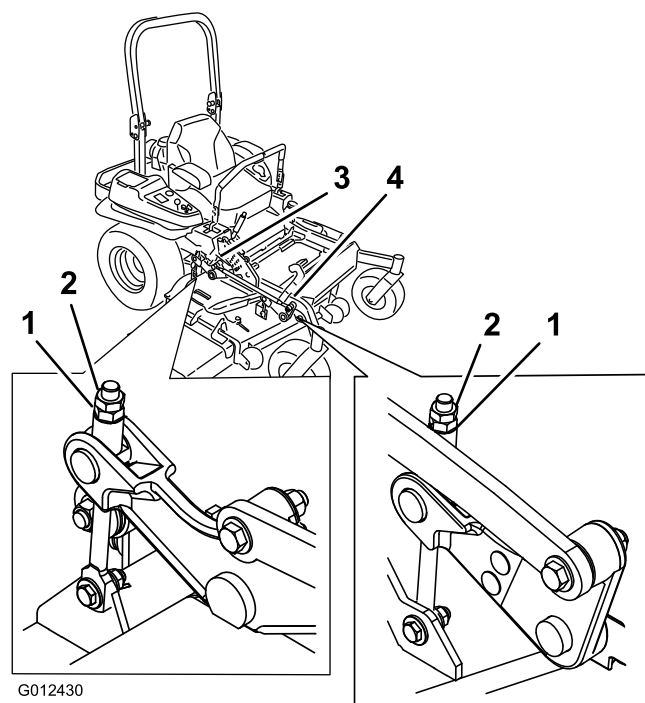

**Figure 88**
**Remarque:** Il faut obtenir un écart de 7,6 cm ; voir Figure 88.
15. De chaque côté du plateau de coupe, mesurez la distance entre la surface plane et la pointe arrière de la lame (position B). Il faut obtenir un écart de 8,3 cm ; voir Figure 88.